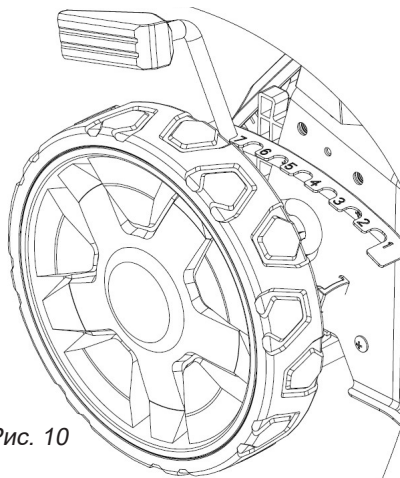

Рис. 10
Регулировка высоты среза осуществляется перемещением рычага. Переместите рычаг на необходимое значение и зафиксируйте в пазу (рис. 10).
5. Толкайте газонокосилку перед собой, производя управление, задавая необходимую вам траекторию движения, смещая рукоятку влево или вправо. Не прилагайте больших усилий, передвигая газонокосилку, если движение затруднено проверьте правильность регулировки высоты среза ( рис. 10).